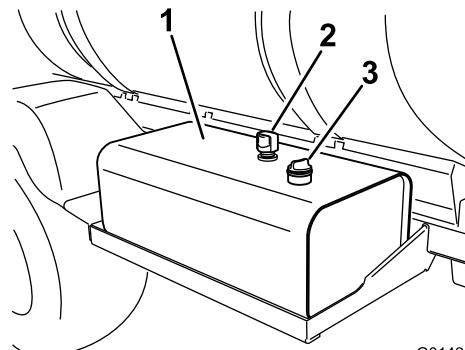

Рисунок 94
2. Очистите зону вокруг крышки гидравлического бака с масломерным щупом и снимите ее (Рисунок 94).